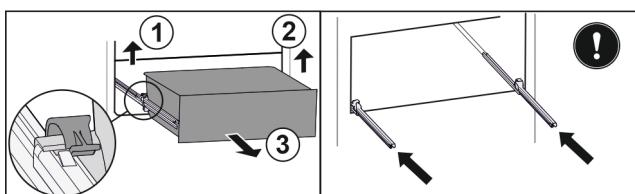

Fig. 112
- Ridicați clema din stânga și trageți concomitent sertarul din stânga spre înainte. Fig. 112 (1)
- Ridicați clema din dreapta și trageți concomitent sertarul din dreapta spre înainte. Fig. 112 (2)
- Extragăți sertarul spre înainte. Fig. 112 (3)